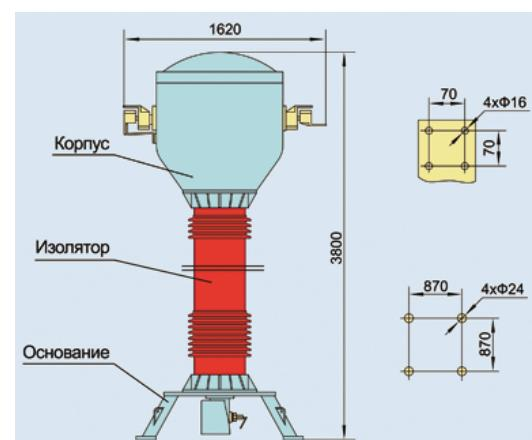

Рис. 6.1 Внешний вид и монтажные размеры трансформатора напряжения JDZ 3, 6, 10
6. Внешний вид и размеры (см. рис. 6.1)